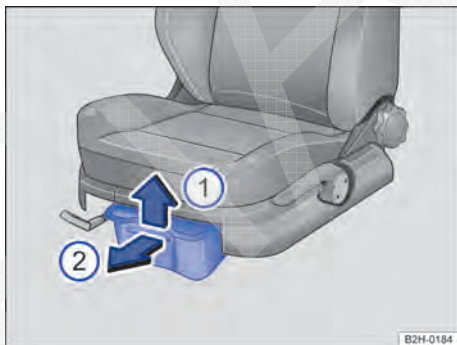

Fig. 89 Porta-objetos debaixo dos bancos dianteiros (variante 2): gaveta sem acionamento por botão.
- Para *abrir*, levantar a gaveta no sentido da seta ⇒ Fig. 89 ① e abrir no sentido da seta ②.
- Para *fechar*, empurrar a gaveta no sentido contrário ao da seta ② sob o banco dianteiro até o batente.